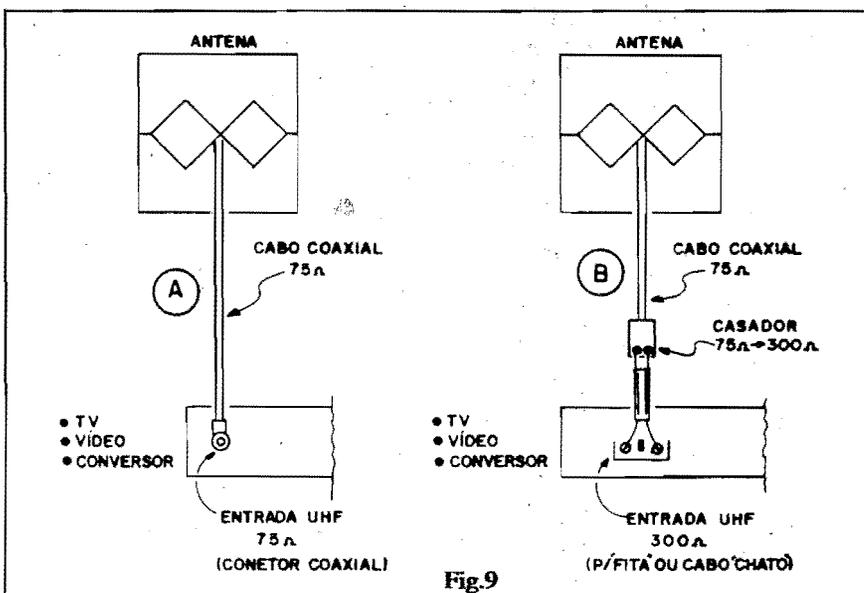
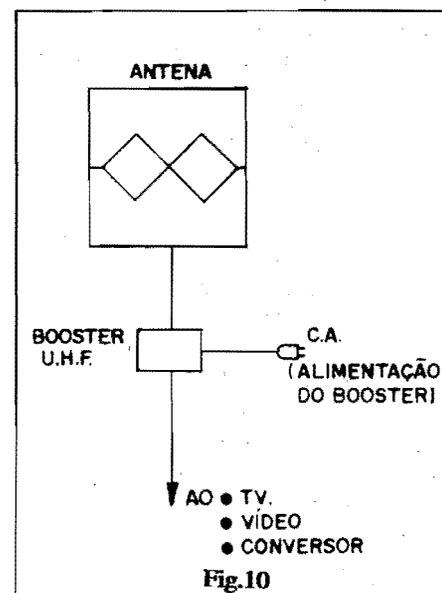

Fig.9
Fig.10
- **FIG. 9** - Adequação do cabo de descida. A chamada **impedância** de saída da nossa antena situa-se entre 60 e 80 ohms, o que exige sua conexão ao sistema de recepção via cabo coaxial (redondo) de 75 ohms. A figura dá as "dicas" de como fazer a ligação, em dois casos básicos: 9-A mostra um aparelho de TV, vídeo ou conversor, cuja **entrada de antena** apresenta 75 ohms de impedância (conector coaxial), caso em que a ligação pode ser direta. Em 9-B, contudo, o primeiro módulo usado na recepção (televisor, vídeo ou conversor) tem sua **entrada de antena** com impedância de 300 ohms (par de parafusos, para conexão de "fita" de 300 ohms). Nessa situação é exigido o uso de um **casador** (75-300 ohms) que deve fisicamente estar **junto ao aparelho** (e não junto à antena). Em qualquer caso, a **descida** deve ser feita em cabo coaxial redondo, 75 ohms, de boa qualidade. **IMPOR-TANTE:** nunca se deve usar cabo "demais"; o comprimento deve ser o estritamente necessário, evitando-se dobras, ângulos ou "rolos" de cabo pelo caminho, entre a antena e o primeiro módulo de recepção... Quanto mais direto o percurso, melhor para a recepção.
- **FIG. 10** - Dentro dos alcances e condições normais de recepção, nossa antena dará resultados bons, porém, em casos extremos (quanto à distância da estação), poderá ser necessária a inclusão de um "reforçador" de sinal entre a antena e o receptor. Esse "reforçador" é encontrado no comércio especializado, sob o nome de **BOOSTER DE UHF**. Esse dispositivo de amplificação deve situar-se fisicamente próximo da antena, de modo que o cabo de descida já seja percorrido pelo sinal "reforçado". Os BOOSTERS contêm circuitos e necessitam de alimentação que tanto pode ser puxada da C.A. local, via "rabicho" e tomada, quanto "levada" ao "reforçador" através do próprio cabo de descida (as instruções estão sempre nos folhetos que acompanham o dispositivo, desde que seja de boa procedência...). Lembrar sempre: se a **entrada de antena** do BOOSTER for de 75 ohms (coaxial), o cabo pode ser ligado diretamente, caso contrário (entrada de 300 ohms) deverá ser intercalado um CASADOR 75-300 (ver fig. 9).
- 14-B - O receptor é apenas para VHF, mas está conjugado a um vídeo-cassete. Nesse caso, a interligação é mais simples e direta: o cabo que vem da antena de VHF (como já estava, certamente...) deve ser ligado à entrada VHF "IN" do VCR. O cabo que vem da antena de UHF deve ser ligado (eventualmente via "casador 75-300" - ver fig. 9-B) à entrada UHF "IN" do VCR. A ligação original entre o VCR e a TV pode ficar como está (cabo entre a "saída de RF" ou VHF "OUT" do VCR e a entrada normal da antena do receptor de TV). Nesse caso, o seletor da TV deve ficar, **sempre** no canal 3 ou 4 (dependendo do ponto "vago" existente na sua região ou cidade, condicionado pelo chaveamento feito no VCR para tal escolha...), e **toda** a sintonia, seja em VHF, seja em UHF, deve ser feita **exclusi-**